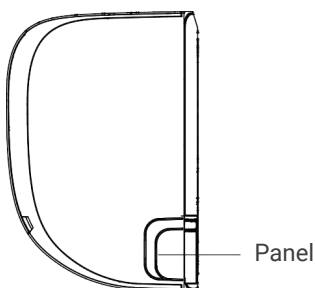

Fig. 3.3
2. Se o furo de parede estiver atrás da unidade, mantenha o painel removível no lugar. Se o furo de parede estiver ao lado da unidade interior, remova o painel removível de plástico desse lado da unidade. (Ver Fig. 3.3) Isto irá criar uma abertura através da qual a sua tubagem pode sair da unidade. Utilize um alicate de ponta fina se o painel de plástico for demasiado difícil de remover manualmente.